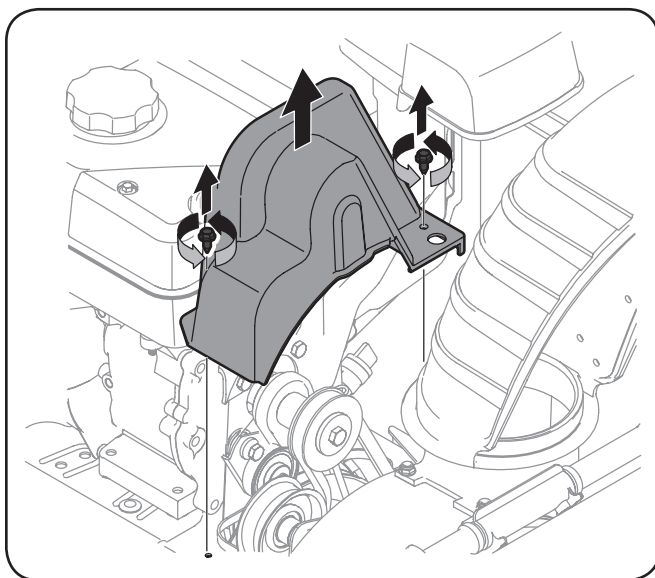

Figura 7-1
2. Saque la cubierta plástica de la correa ubicada en el frente del motor retirando los dos tornillos autorroscantes. Consulte la Figura 7-1.